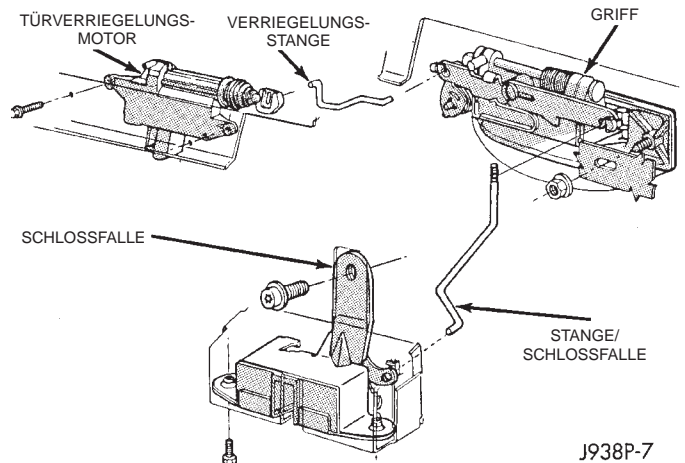

Abb. 5 Heckklappenverriegelungsmotor aus- und einbauen
(7) Die beiden Schrauben lösen, mit denen der Verriegelungsmotor an der Innenseite der Heckklappe befestigt ist (Abb. 5).
(8) Den Verriegelungsmotor so weit aus der Montageöffnung auf der Innenseite der Heckklappe herausziehen, daß der Steckverbinder zugänglich ist.
(9) Steckverbinder vom Verriegelungsmotor abziehen.